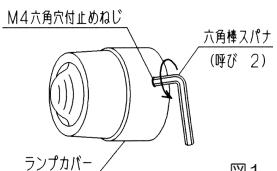

図1
①ランプカバーのM4六角穴付止めねじを付属の六角棒スパナ(呼び2)で2回転以上緩めてからランプカバーを反時計回りに回して外してください。(図1)